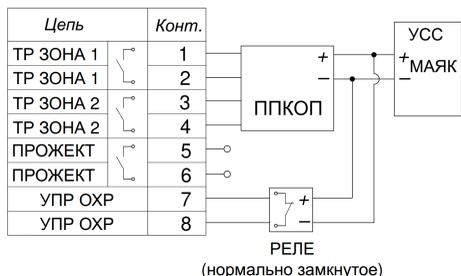

Рисунок 4 – подключение ППКОП (управление охраной в режиме нормально замкнутого входа)
Контроллер может выдавать сигналы ТРЕВОГА ЗОНА 1 и ТРЕВОГА ЗОНА 2 на внешние охранные приборы (см. рис. 4) размыканием реле соответствующих контактов (контакты нормально замкнутые).
- Если на ППКОП нет отдельного выхода типа «сухие контакты», то сигнал на взятие под / снятие с охраны можно взять с выхода ППКОП на маяк УСС (см. рис. 4). Для этого нужно на выход с ППКОП на маяк УСС повесить реле (нормально замкнутое).